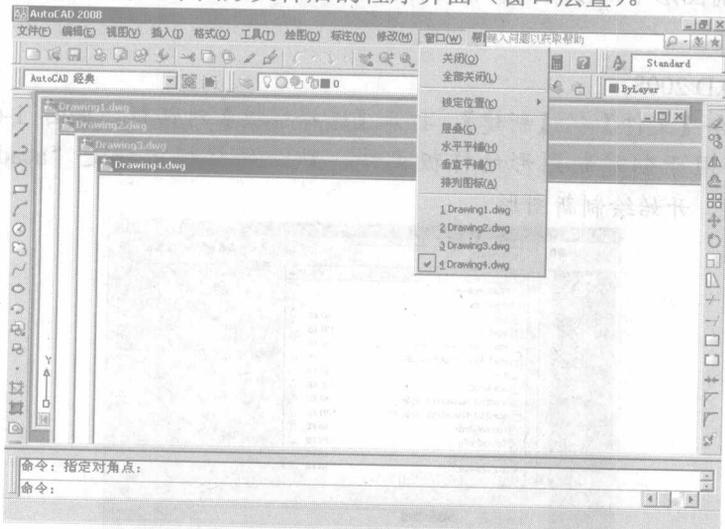

图1-5 多文档设计环境
AutoCAD 从 2000 版开始就支持多文档环境。在此环境下，用户可以同时打开多个图形文件。图 1-5 所示的是打开 4 个图形文件后的程序界面（窗口层叠）。
2. 通过图 1-5 所示的【窗口】菜单在各文件之间切换。该菜单列出了所有已打开的图形文件，文件名前带“√”标记的文件是当前文件。若用户想激活其他文件，只需选择它即可。